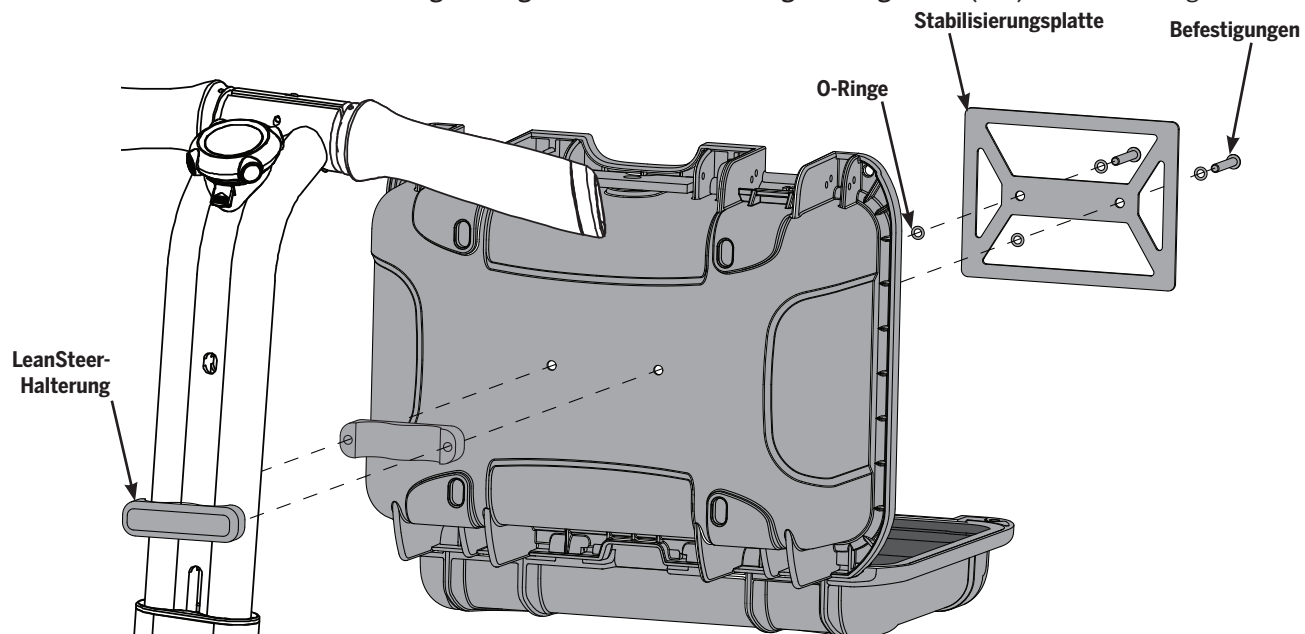

Abbildung 15. Montage des vorderen Gehäuses an den LeanSteer-Lenker
2. Montieren Sie das vordere Gehäuse mithilfe von zwei 25-mm-Befestigungen, vier O-Ringen (zwei auf jeder Seite der Stabilisierungsplatte) und zwei LeanSteer-Halterungen wie in **Abbildung 15** gezeigt an der LeanSteer-Lenker. Ziehen Sie die Befestigungen mit einem Anzugsmoment von **11,0 Nm (8,1 ft-lbf)** fest.